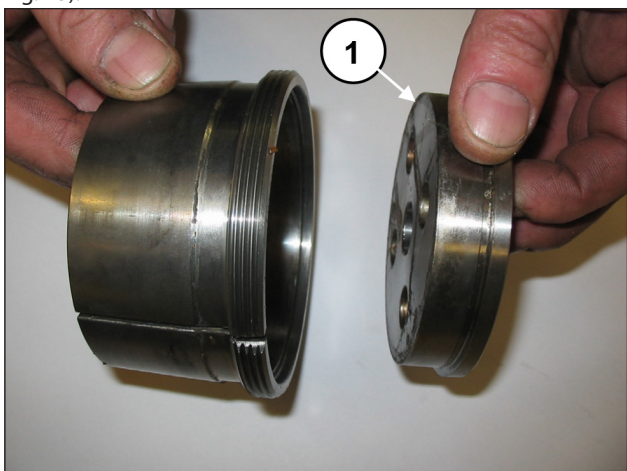

Fig. 23
Aflojar los tornillos de las dos tapas portacojinetes (pos. ①, Fig. 23).